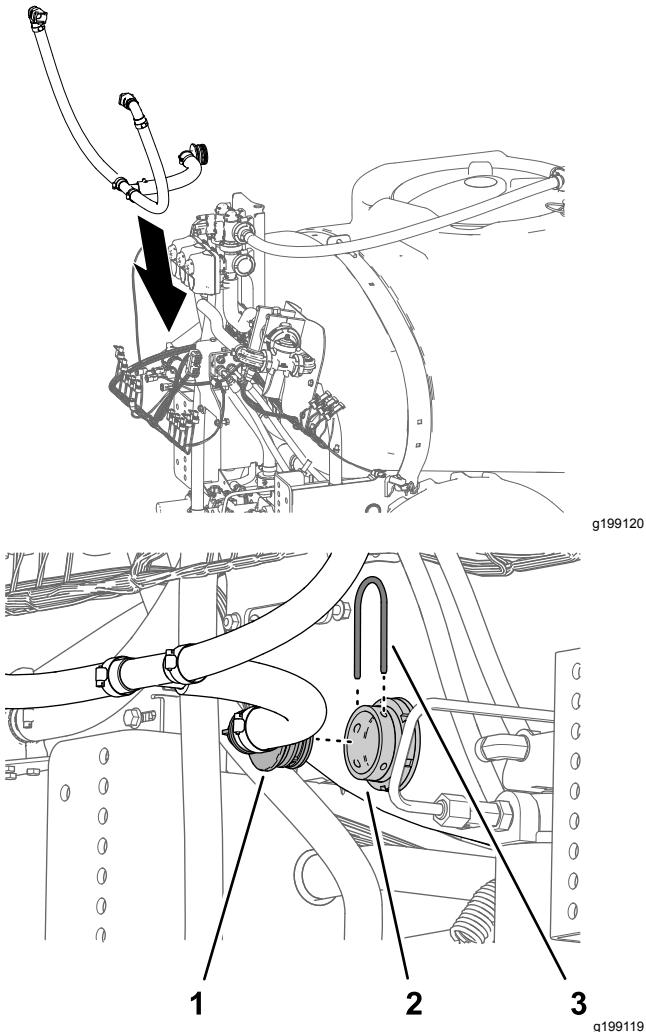

Bild 93
1. Flüchten Sie den Überlaufschlauch mit dem Sprühbehälter aus (Bild 93).